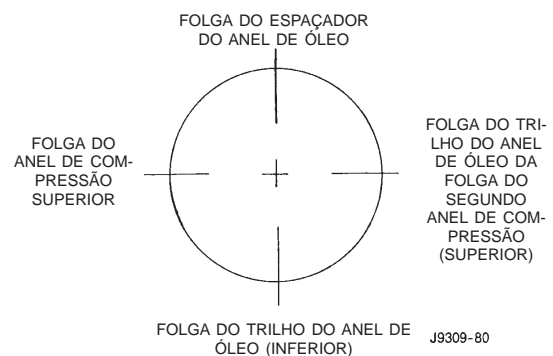

Fig. 52 Instalação Adequada do Anel
- (1) Certifique-se de que as folgas do anel de compressão estejam escalonadas para que nenhuma fique em linha com a folga do trilho do anel de óleo.
- (2) Antes de instalar o compressor do anel, certifique-se de que as extremidades do expansor do anel de óleo estejam juntadas ao topo e as folgas do trilho localizadas adequadamente (Fig. 52).